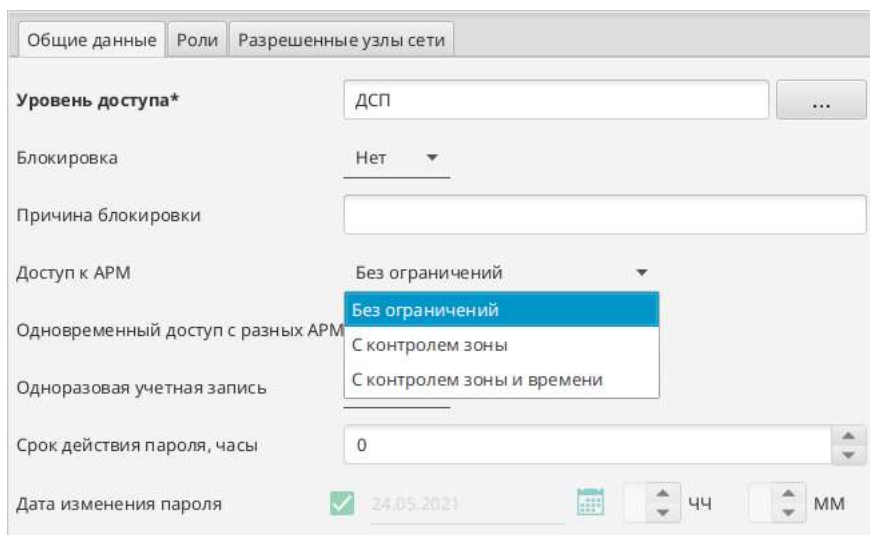

Рис. 52
6) вернуться на вкладку «Общие данные» (Рис. 52) и для параметра «Доступ к АРМ» из выпадающего списка выбрать одно из значений: